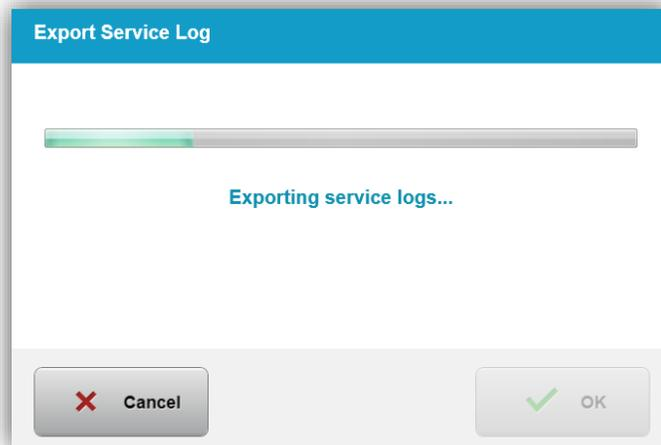

Figure 3-57. Exportation du journal de service en cours
- Le système commence automatiquement le transfert du journal de service et affiche une barre d'avancement du processus de transfert, comme illustré à la figure 3-57.